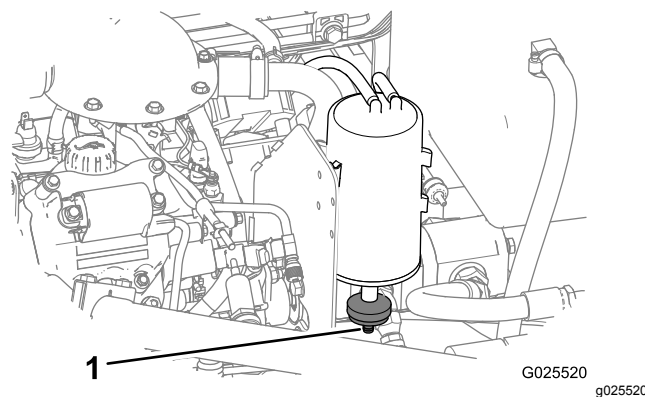

Рисунок 55
1. Найдите воздушный фильтр под дном бачка с активированным углем (Рисунок 55).